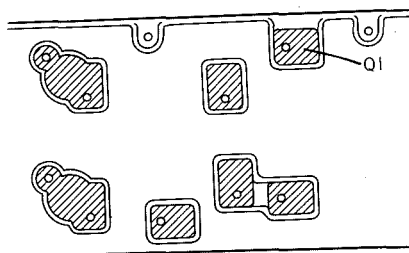

図6
7. シリコンコンパウンドをトランジスタの取り付け位置(図6の斜線部分7か所)に均一に塗ってください。
す。その際、トランジスタQ1の取り付け部の穴位置と絶縁板の孔を合わせてください。(図6)